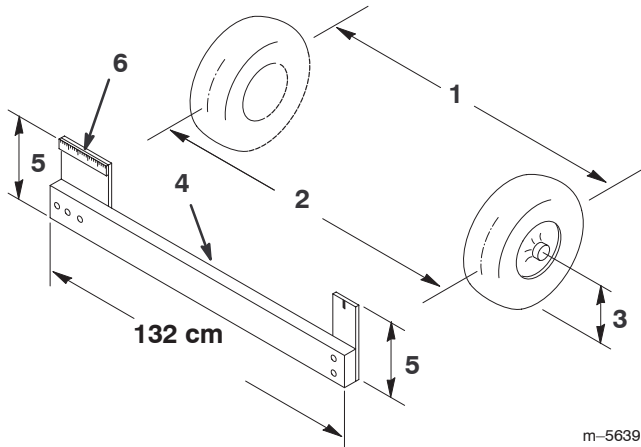

Bild 36
2. Messen Sie den Abstand zwischen beiden Vorderreifen auf Achshöhe (an der Vorder- und Rückseite der Vorderreifen) (Bild 36). Eine Messlehre ist für das hintere Maß der Vorderreifen auf Achshöhe erforderlich. Benutzen Sie das gleiche Maß für das genaue Vermessen der Vorderseite der Vorderreifen auf Achshöhe (Bild 36).